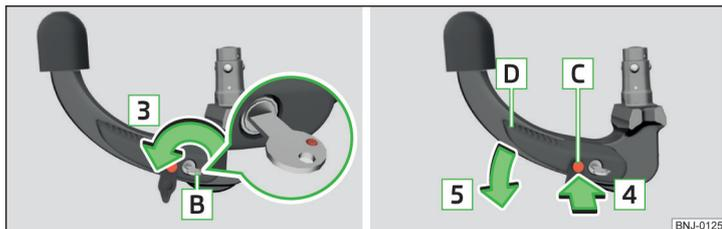

Fig. 152 Déverrouillez le verrou / enfoncez la tige de déverrouillage et appuyez sur la manette de commande
- Tournez la clé **B** dans le sens de la flèche **3** de sorte que son marquage rouge soit orienté vers le haut » fig. 152.